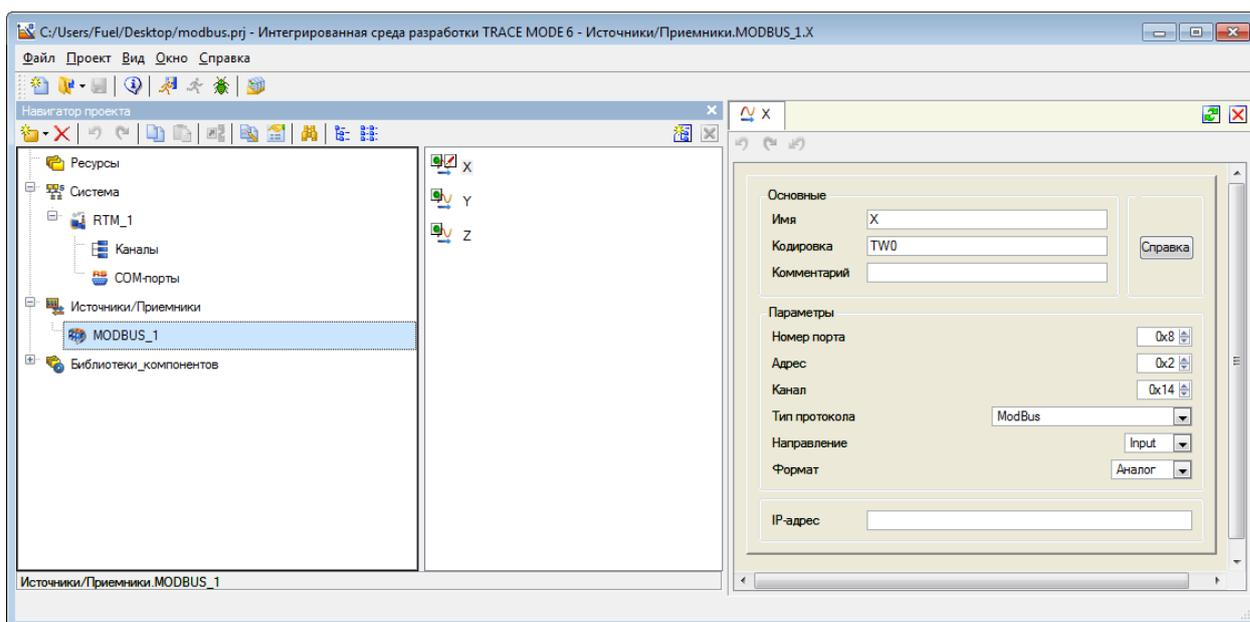

Рис. 5
- 1) В Источники/Приемники добавляем группу Modbus и в ней создаем три компонента (для осей X, Y и Z датчика линейного ускорения) Rout_Float(3) для чтения 4 байт с приведением к float командой ReadHoldingRegisters. Настраиваем каждый из компонентов (рис. 5, 6, 7). В качестве имени берем название оси датчика. Номер порта для каждого выставляем 0x8 (COM9). Адрес устройства в сети MODBUS 0x2. Адрес регистра для чтения данных (канал) выставляем в соответствии с таблицей регистров для датчика ZET7052.